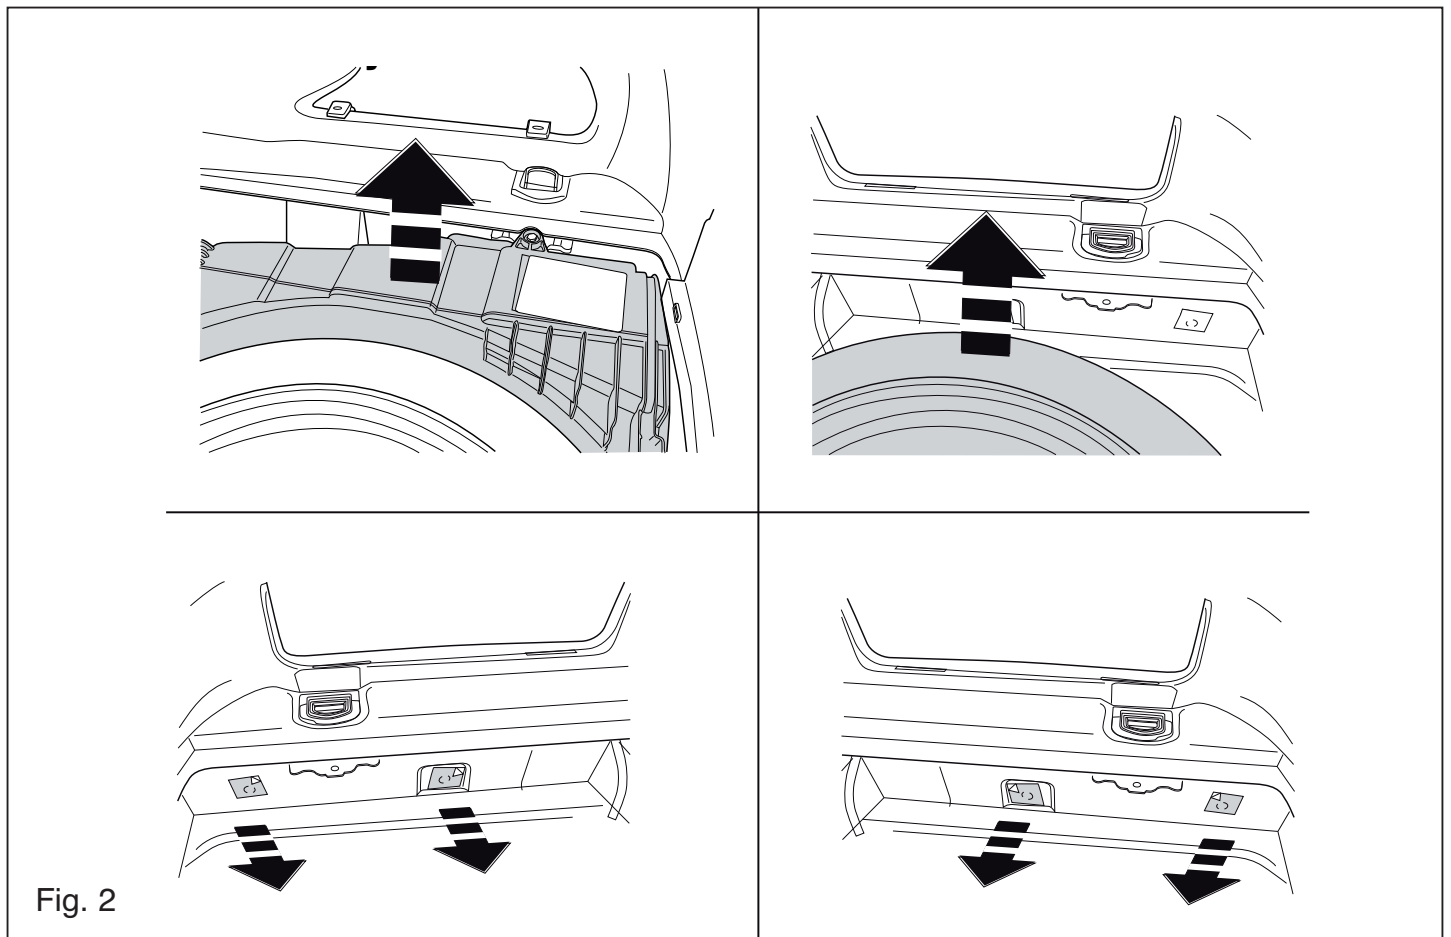

Fig. 2
2. Clear the boot and floor. See figure 2.
3. Remove any stickers that may be present at the points of attachment. See figure 2.
2. Den Fußboden im Kofferraum frei machen. Siehe Abbildung 2.
3. Gegebenenfalls die Aufkleber bei den Befestigungspunkten entfernen. Siehe Abbildung 2.
2. Dégager le plancher du coffre. Voir la figure 2.
3. Le cas échéant les autocollants placés sur les points de fixation. Voir la figure 2.
2. Ryd bunden i bagagerummet. Se fig. 2.
3. Fjern evt. mærkaterne ved montagepunkterne. Se fig. 2.